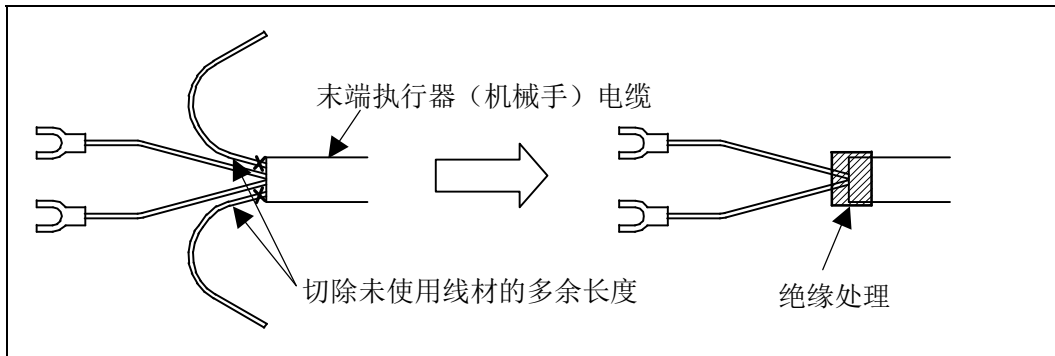

图 5 末端执行器（机械手）电缆的处理方法
- 请剪除末端执行器（机械手）电缆的未使用导线的多余部分并进行绝缘处理。如缠绕醋酸布胶带等。（见图 5）